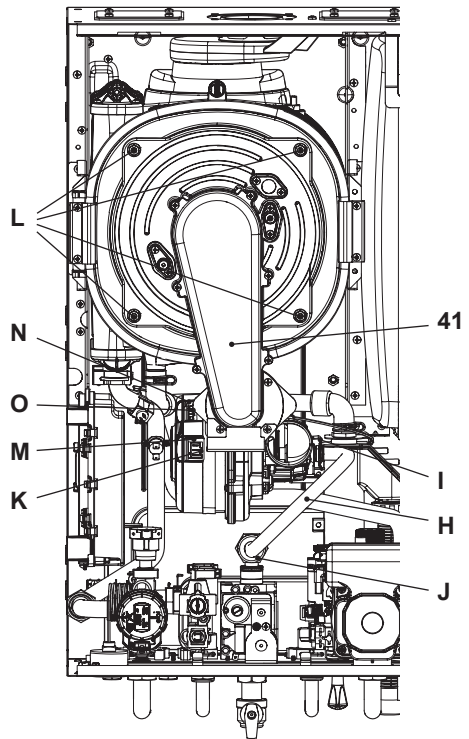

Figura 9.11
Rimozione del gruppo bruciatore ventilatore 41 in Figura 9.11.
- Inserire un cacciavite piano nella rientranza K del connettore M e fare leva verso il basso, contemporaneamente scollegare il connettore M tirandolo frontalmente (Figura 9.11).
(Figura 9.11).
- Svitare i dadi L e rimuovere il gruppo bruciatore ventilatore 41 (Figura 9.11)